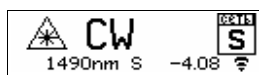

Рис. 6. Изменение мощности
2. Нажмите и удерживайте более двух секунд кнопки  . Источник переключится в режим непрерывного излучения (рис. 6)